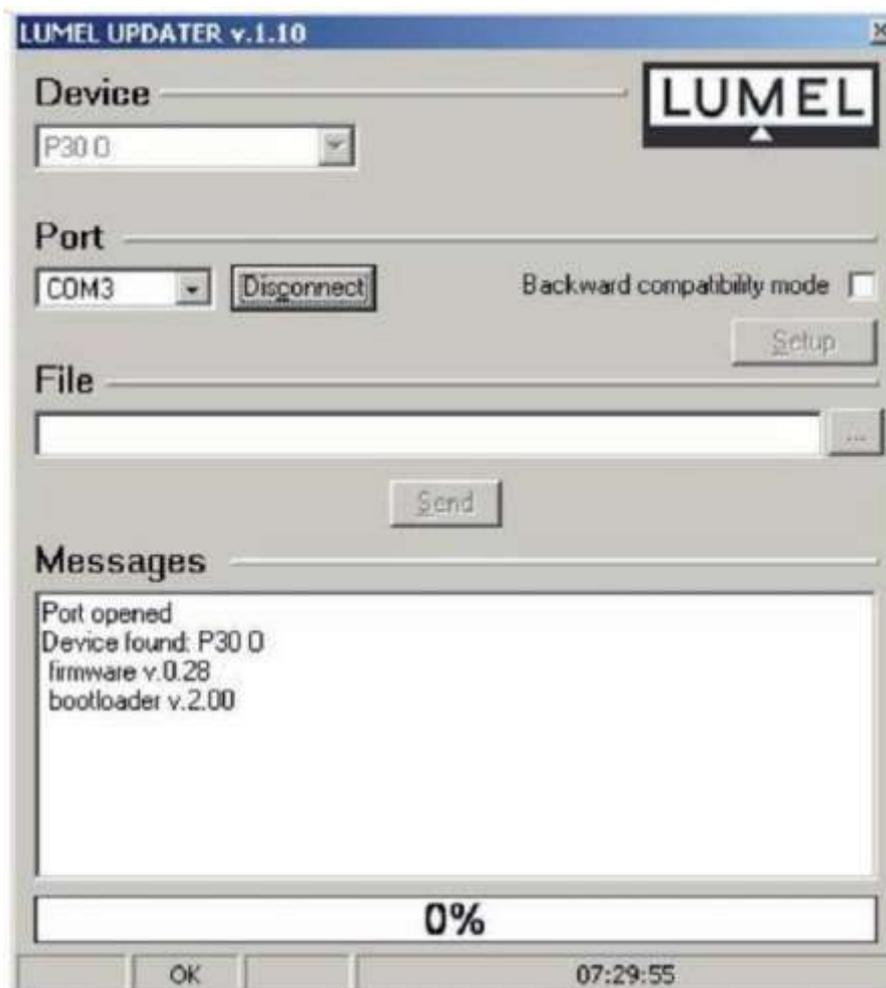

Рис.27 Обновление программного обеспечения преобразователя.
После запуска программы eCon необходимо задать скорость, тип пакета, адрес преобразователя, а также порт RS-485 интерфейса на вкладке Communication (связь). Далее, необходимо нажать на иконку «connect» и считать все параметры преобразователя (требуется для последующего их восстановления). Затем нажмите «Update firmware», для вызова диалогового окна «LUMEL UPDATER» (LU) рис.27. Выберите параметры передачи, используя кнопку «Setup» и нажмите «Connect». Информация о процессе обновления отображается в окне «Messages». Если порт открыт корректно, отображается информация «Port opened».